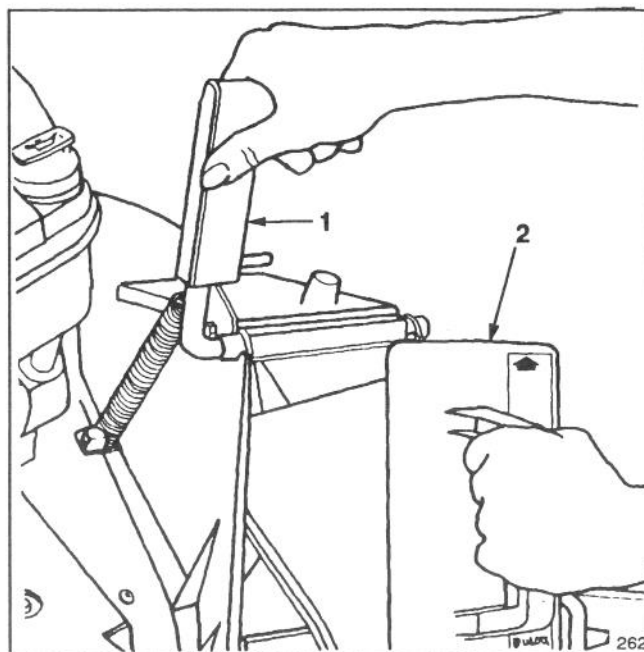

Figure 2
1. Tirez la poignée de la porte de l'éjecteur vers soi pour l'ouvrir (la porte se rabat vers l'intérieur), (Fig. 2). Maintenir la poignée en position d'ouverture pour empêcher que le ressort ne referme la porte pendant l'insertion de l'obturateur.
2. L'obturateur étant légèrement plus large que l'ouverture du conduit de l'éjecteur, lui imprimer un léger mouvement vers la droite pour l'insérer (Fig. 2). La flèche apposée sur l'obturateur doit pointer vers le haut.